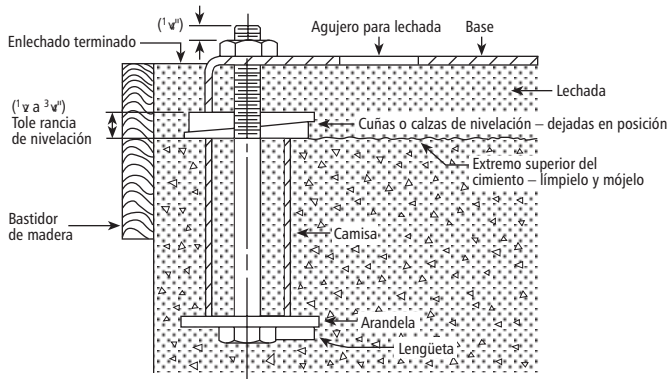

Figura 1
- Se recomienda enlechar la placa de base a un cimiento con zapata sólida, de acuerdo con la Figura 1.
- Tal como se ilustra en la Figura 1, coloque la placa de base sobre cuñas, situando dos cuñas en la ubicación de cada perno de cimentación. Se recomienda un espacio libre de 3/4 pulg. a 1 1/2 pulg. (19 mm a 64 mm) entre la placa de base y el cimiento para enlechar. Ajuste las cuñas como sea necesario para nivelar la placa de base.